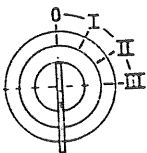

Fig. 13
- 0. NØKKEL Settes i (eller trekkes ut) (fig 13)